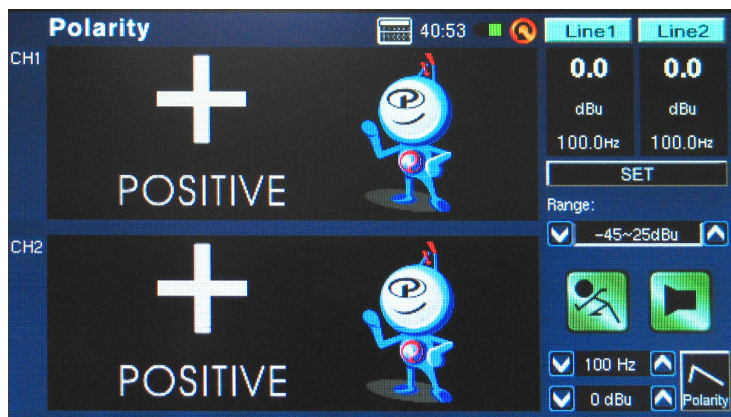

图 57
7. 屏幕上出现一个大的“+”则表示信号同相，音箱接线是正确的(图57)。